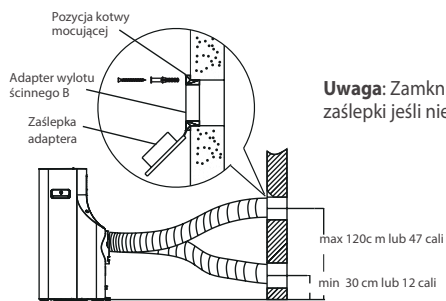

Rys. 12
5. Włóż przewód odpływowy w adapter okna. (Rys. 12)